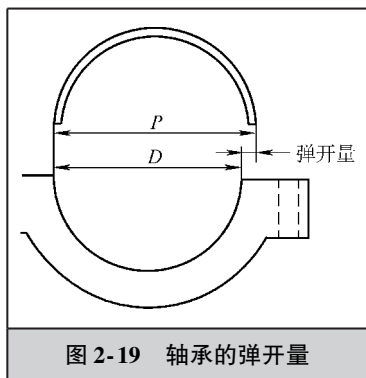

图 2-19 轴承的弹开量
5) 弹性合适。新轴承的曲率半径应大于轴承座孔的半径, 如图 2-19 所示。保证轴承压入座孔后, 借轴承自身的弹力能与座孔贴合紧密。此外, 轴承合金表面应无裂缝和砂眼。轴承合金与瓦背应有一定的结合强度, 轻敲瓦背, 应清脆而无嘶哑